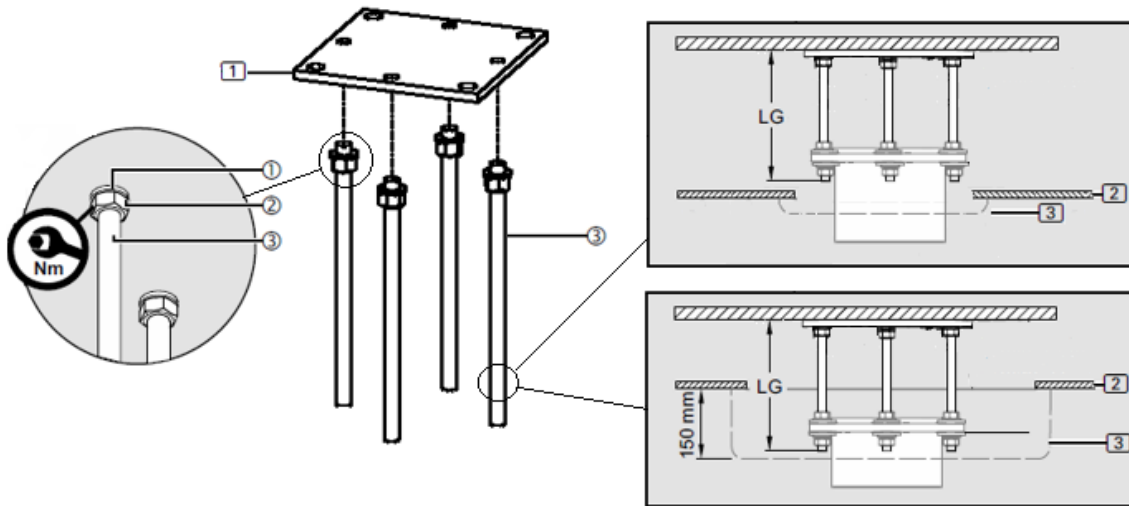

Abb. 6 Montage der Schnittstellenplatte in Räumen mit Zwischendecke
Es gibt zwei verschiedene Konfigurationen, wenn ein Fallrohr in einem Raum mit Zwischendecke montiert wird. Eine Möglichkeit besteht darin, dass der Abstand zwischen der Decke und der Zwischendecke die Länge LG der Gewindebolzen ③ vollständig abdeckt. In diesem Fall wird eine flache Deckenblende mit einer Höhe von 10 mm geliefert, wie oben rechts in Abbildung 6 zu sehen ist. Die andere Möglichkeit besteht darin, dass der Abstand zwischen Deckenbalken und Zwischendecke nicht ausreicht, um eine korrekte Installation und Energieversorgung zu gewährleisten. In diesem Fall kann (optional) eine 150 mm hohe Zierblende angefordert werden, wie unten rechts in Abbildung 6 dargestellt.
- Schneiden Sie die Gewindeschrauben M16 x 350 mm ③ bei Bedarf auf die richtige Länge zu.